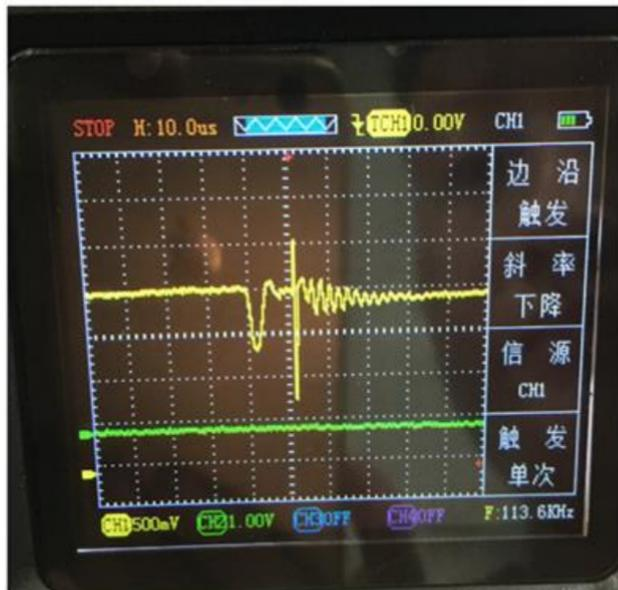

图 10 爆震传感器
- ①同曲轴、凸轮轴位置传感器步骤 1
- ②进入主菜单界面后选择“传感器”，然后进入子菜单按上下键选中“爆震传感器”，按“OK”键确认后进入示波器操作界面
- ③将探头接到示波器 CH1 且探头调置 1X 档，然后接地夹接到信号地或搭铁
- ④由于示波器“爆震传感器”功能已默认好设置（探头档 1X，时基档 500us）只需将探头接到对应的信号然后用小木棍敲击缸体即可直观的显示波形如图 10
- ⑤按下“CH1”，可以查看各项数值和配置（配置已默认）
- ⑥显示的波形可以自行通过调节时基、垂直伏/格和触发方式实现自己的需求（时基、垂直伏/格和其他的具体操作方法请参考通用示波器操作）